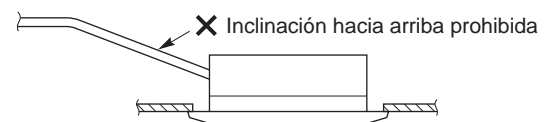

Fig. 3-13
- No instale el tubo inclinándolo hacia arriba con respecto al orificio de conexión, ya que los condensados retrocederían y se escaparían incluso cuando la unidad no funcionara. (Fig. 3-13)